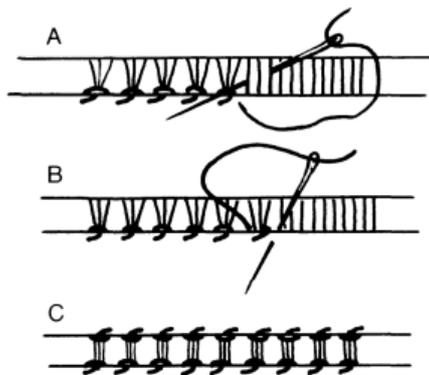

Рис. 20
Способ выполнения мережки показан на рисунках 20 А и В с одной стороны извлеченных нитей. При выполнении аналогичного шва с противоположной стороны получается так называемая мережка-столбик (рис. 20 С).
4. При выполнении стежка мерешкой опирайтесь на рисунки 20 А и В: сначала иголкой захватите нужное количество нитей и потяните ее (рис. 20 А). Затем сделайте мелкий простой подшивочный стежок на ткани (рис. 20 В) и при наличии подгиба одновременно вколите в него иголку. Работа выполняется слева направо.